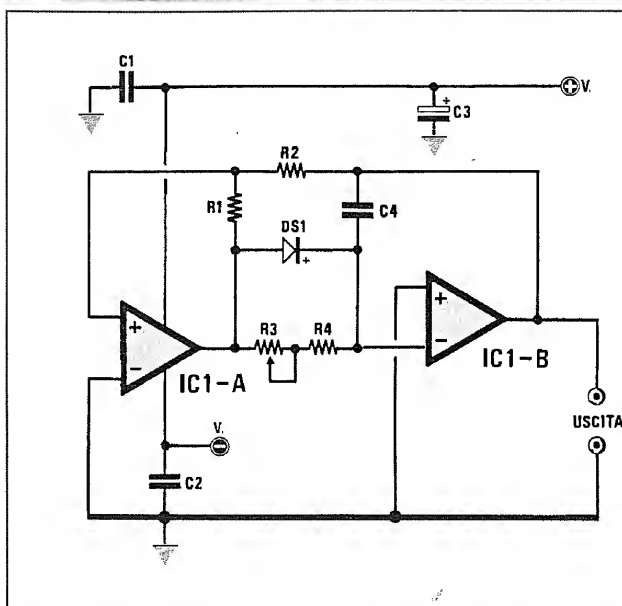
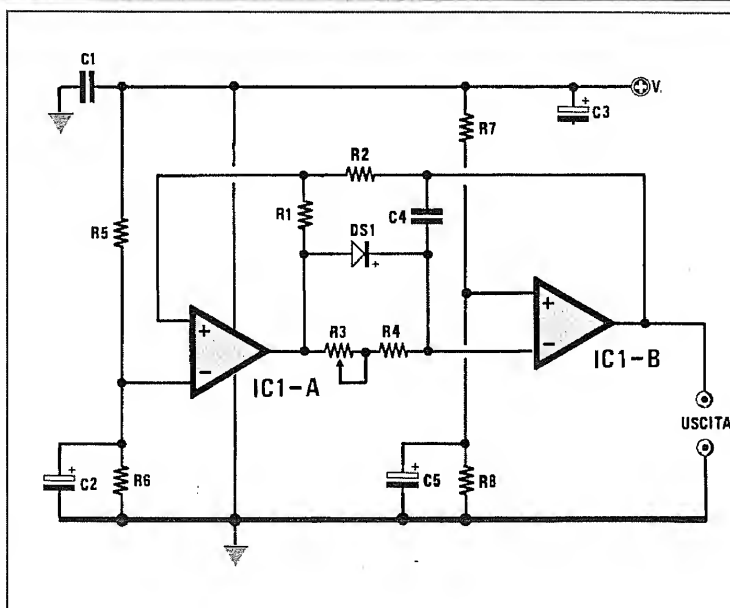

Fig.87 Generatore di onde a DENTE di SEGA da alimentare con una tensione DUALE.
Fig.88 Schema di fig.87 modificato per una alimentazione SINGOLA. Per questo schema usare integrati LM.358 - LM.324 - CA3130.
Nella fig.87 è riportato lo schema elettrico di un generatore a **dente di sega** alimentato con una tensione **duale** che utilizza un **trigger di Schmitt** (IC1/A) ed un **integratore** (IC1/B), mentre nella fig.88 lo schema per un'alimentazione singola.
Togliendo dai circuiti di fig.87 e di fig.88 il diodo DS1, per poter ottenere delle onde triangolari le formule sopra riportate andranno modificate come segue:
**Esempio** = Abbiamo realizzato il Generatore a dente di SEGA di fig.87 utilizzando questi valori: